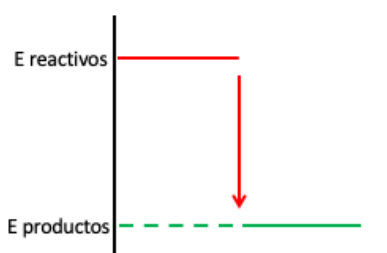

Figura 8: Evolución de la energía contenida en las moléculas frente al tiempo de reacción.
c) La diferencia de energía entre los reactivos y los productos es la energía en forma de calor que se desprende en la combustión de la celulosa como se muestra en la figura 8.